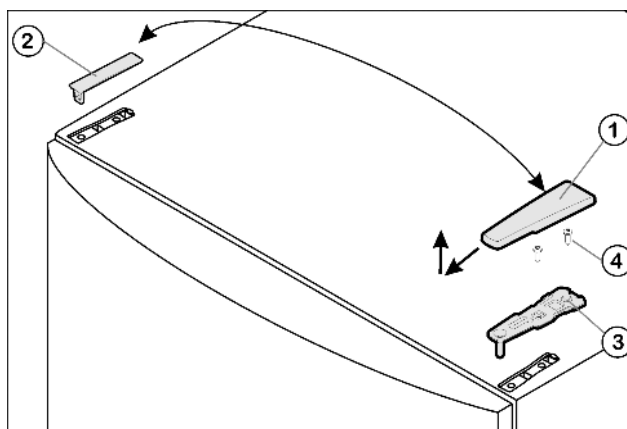

Fig. 4
- ▶ Потяните крышку Fig. 4 (1) вперед и вверх.
- ▶ Снимите крышку Fig. 4 (2).
- ▶ Открутите верхний опорный кронштейн *Fig. 4 (3)* (2 шт. Torx® 25) *Fig. 4 (4)* и вытяните вверх.
- Установите верхний опорный кронштейн Fig. 4 (3) на новой стороне шарнира и защелкните в дверце.
- Привинтите верхний опорный кронштейн (**с моментом 4 Нм**)(2 шт. Torx® 25) Fig. 4 (4). При необходимости проделайте отверстия или используйте аккумуляторную отвертку.
- Наденьте и защелкните крышку Fig. 4 (1) и крышку Fig. 4 (2) на противоположной стороне снаружи.